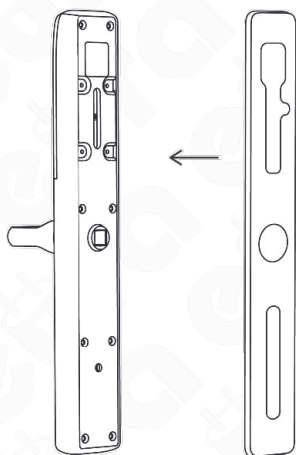

Rys. 11.
1. Zgodnie z Rys. 11, założyć podkładkę gumową oraz przykręcić tuleje montażowe (w zestawie znajdują się dwa rodzaje tulejek które należy dobrać do grubości drzwi) do przedniego korpusu klamki.